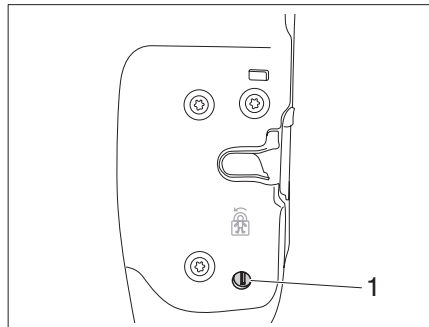

Fig. 13 Activar/desactivar el dispositivo de seguridad para niños
El botón giratorio del dispositivo de seguridad para niños (Fig. 13,1) se encuentra en el borde de cierre de la puerta corredera.
- ▶ Meter la llave del vehículo en la ranura del botón giratorio (Fig. 13,1).